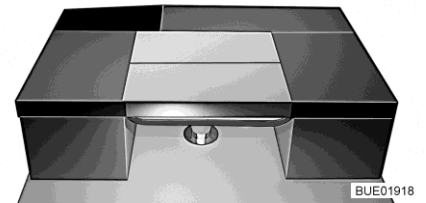

Fig. 160 Después de la transformación
- Colocar el cojín del respaldo del banco en la mesa de modo transversal (véase Fig. 160).